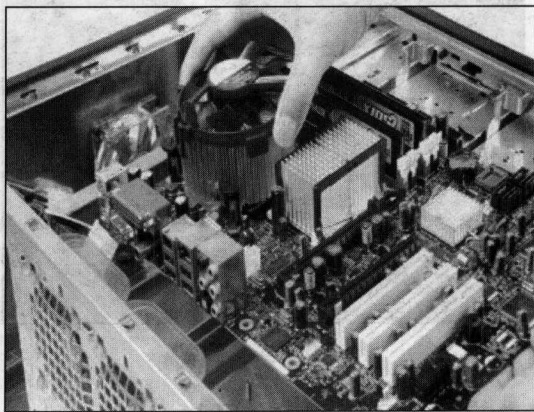

图 1-10 将主板装入机箱
② 双手平行托住主板，将主板放入机箱中，如图 1-10 所示。